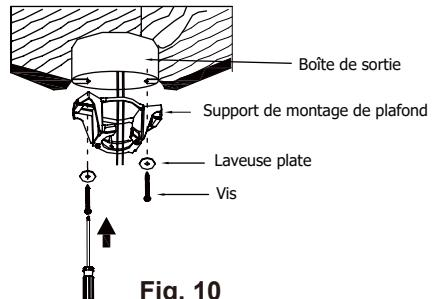

Fig. 10
Étape 1. Avant d'attacher le ventilateur à la boîte de sortie (non inclus), assurez-vous que la boîte de sortie est solidement attachée à au moins deux points à un membre du plafond structurel (une boîte lâche fera vaciller le ventilateur). Passer les fils d'approvisionnement de 120 volts de la boîte de sortie du plafond à travers le centre du support de montage du plafond. Installez le support de montage à la boîte de sortie dans le plafond utilisant les vis et les rondelles incluses avec la boîte de sortie. (Fig.10)